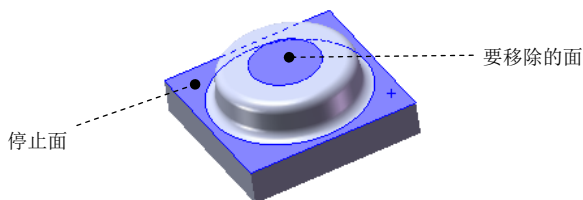

图 7.4.6 选取停止面和要移除的面
下面以图 7.4.6 为例，讲述带移除面成形工具的创建过程。
Step2. 创建成形工具 1。选择下拉菜单 **插入(I)** → **钣金(B)** → **成形工具** 命令，系统弹出“成形工具”对话框；激活“成形工具”对话框 **停止面** 区域，选取图 7.4.6 所示的“停止面”，激活“成形工具”对话框 **要移除的面** 区域，选取图 7.4.6 所示的“要移除的面”；单击 按钮，完成成形工具的创建。